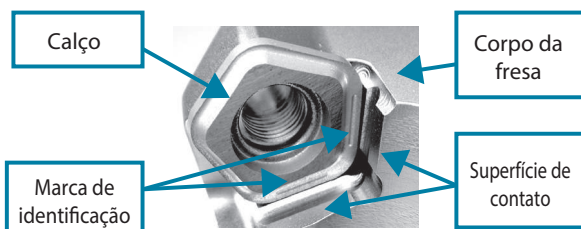
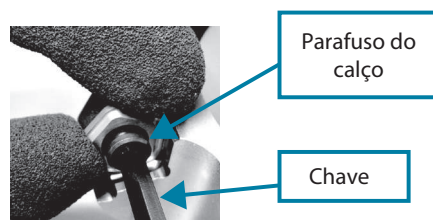

Fig. 5
Fig. 6
2. O calço deve ser montado na direção correta. Alinhe as marcas da superfície do calço com as marcas do alojamento (consulte a Fig. 5) e pressione levemente o alojamento contra a parede, insira o parafuso no furo do calço e aperte-o (consulte a Fig. 6).